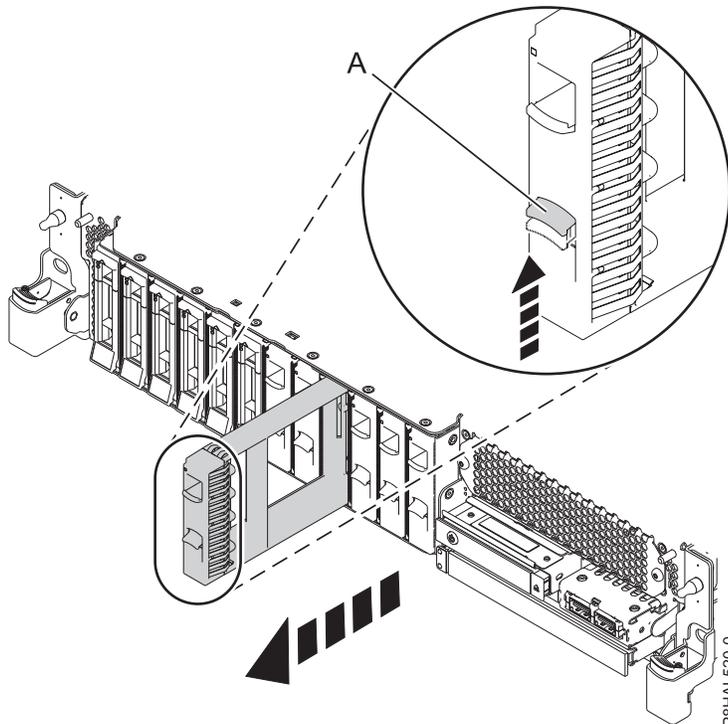

Figura 3. Remover um enchimento de uma unidade de disco de um sistema de função base
- a. Empurre o trinco (A) na pega do enchimento na direcção demonstrada em Figura 3 na página 6.